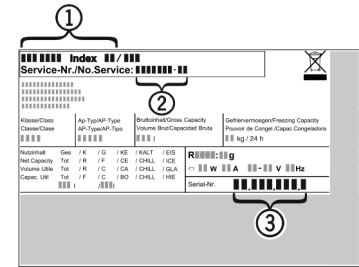

Fig. 8
- Gerätebezeichnung *Fig. 8 (1)*, Service-Nr. *Fig. 8 (2)* und Serial-Nr. *Fig. 8 (3)* vom Typenschild ablesen. Das Typenschild befindet sich an der linken Geräteinnenseite.
- Den Kundendienst benachrichtigen und den Fehler, Gerätebezeichnung *Fig. 8 (1)*, Service-Nr. *Fig. 8 (2)* und Serial-Nr. *Fig. 8 (3)* mitteilen.